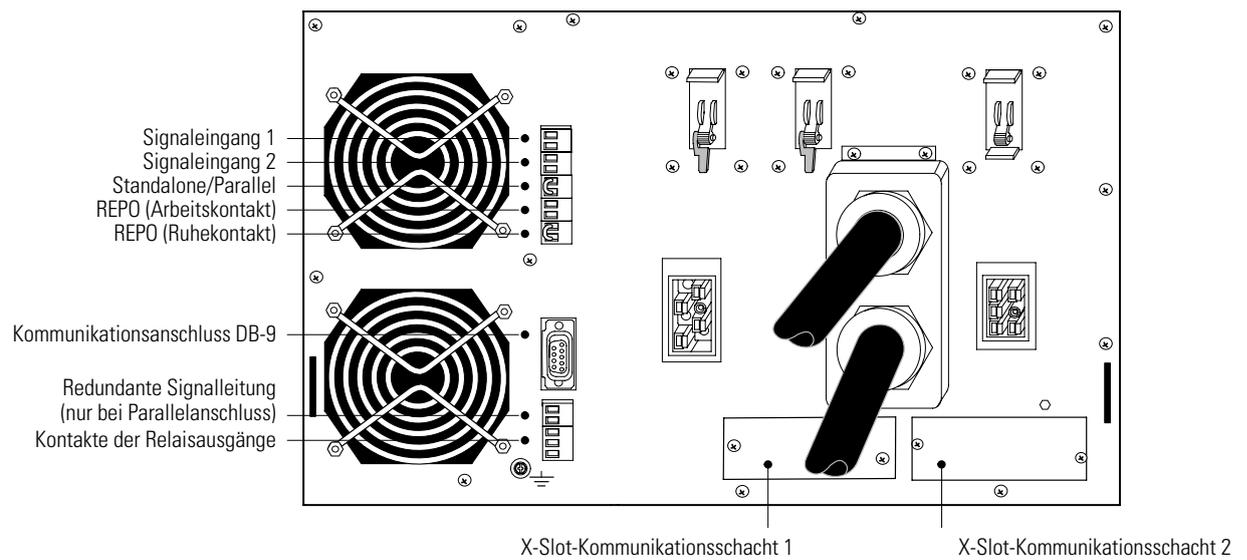
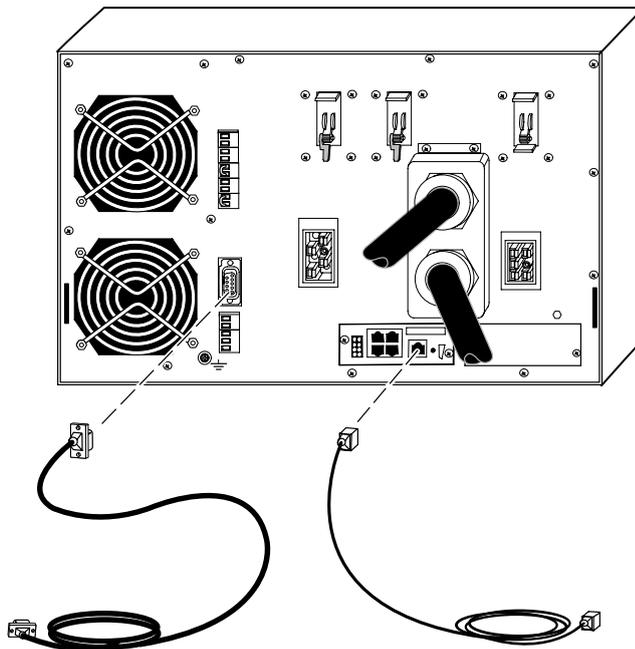
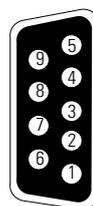

Abbildung 47. Kommunikationsoptionen und Steueranschlüsse (Standalone-USV)
Abbildung 48. Anschluss der Kommunikationskabel
Abbildung 49: Kommunikationsanschluss
In Abbildung 47 ist die Position der X-Slots für Kommunikationsoptionen und der Steueranschlüsse an der USV dargestellt.
1. Installieren Sie die entsprechende X-Slot-Karte und/oder schließen Sie erforderliche Kabel an (siehe Abbildung 47 und Abbildung 48).
Die Anschlussstifte des Kabels sind in Abbildung 49 dargestellt und die Stiftfunktionen sind in Tabelle 6 beschrieben. Die Position des Kommunikationsanschlusses ist in Abbildung 47 auf Seite 65 dargestellt.
Die Position der beiden X-Slot-Kommunikationsschächte ist in Abbildung 47 auf Seite 65 dargestellt.
Es stehen zwei REPO-Stellungen zur Verfügung: Arbeitskontakt (Normally-open - NO) bzw. Ruhekontakt (Normally-closed - NC). Die Stellungen des REPO-Schalters sind in Abbildung 47 auf Seite 65 dargestellt.
Die USV verfügt über einen programmierbaren Relaisausgang mit potenzialfreien Kontakten für die Fernalarmanzeige (siehe Abbildung 47 auf Seite 65). Weitere vier Relaisausgänge sind mit der X-Slot-kompatiblen Relais-Schnittstellenkarte erhältlich.
Die USV weist zwei programmierbare Signaleingänge auf (siehe Abbildung 47 auf Seite 65). Es wird die Verwendung eines nicht Polaren (Relais-)Steuereingangs empfohlen. Um den jeweiligen Eingang zu aktivieren müssen die Stifte kurz geschlossen werden, und dürfen dabei einen Wiederruf vom maximal 10 Ohm nicht überschreiten.